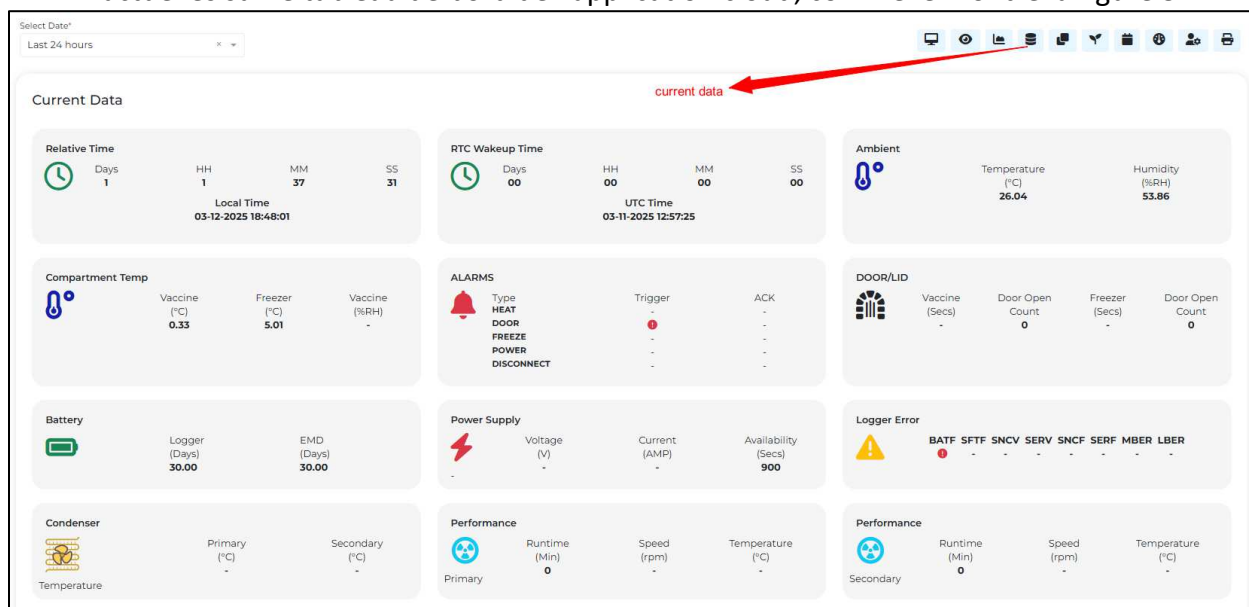

Figure 51 Tableau de bord de la vue Données actuelles pour le périphérique sélectionné
- L'enregistrement de données le plus récent de l'appareil est affiché sous forme de données actuelles sur le tableau de bord de l'application cloud, comme le montre la figure 51.